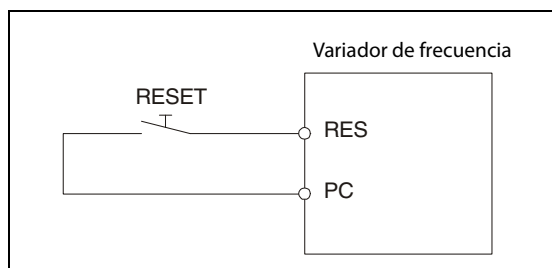

Fig. 7-2:
- Mediante la conexión de la señal de RESET (conexión de los bornes RES y SD con lógica negativa o bien, como se representa en fig. 7-2 para la lógica positiva, los bornes RES y PC) durante un mínimo de 0,1 s, y desconectando después. Si permanece conectada la señal de RESET, en la visualización aparece "Err."